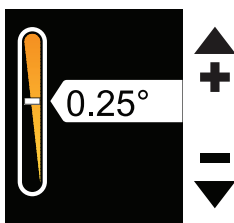

Рисунок 12-17: Выбор другой скорости нагрева
2. Если вы выбрали опцию «Установить другую скорость нагрева», нажмите на кнопки «Увеличить» и «Уменьшить», чтобы установить скорость (Рисунок 12-17 на странице 12-35).